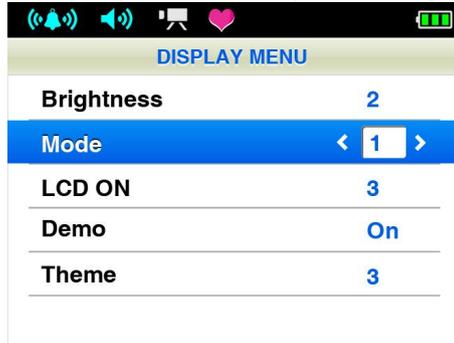

Figure 7. Menu de configuration de l'affichage
Dans l'interface du menu principal, choisir la rubrique « Affichage », puis appuyer sur le bouton Menu pour accéder au menu Configuration de l'affichage, comme indiqué dans la Figure 7 :
**B Mode :** déplacer la barre de choix sur l'élément « Mode », puis appuyer sur le bouton gauche/droite pour changer de mode (deux types de modes d'affichage) comme montré dans les figures 7 et 8.